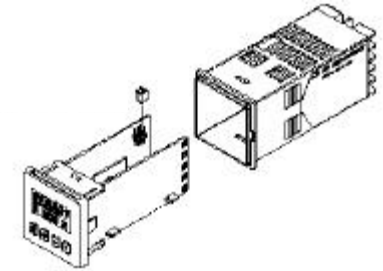

Bild 4.4 Lage der Jumper
3. Stecken Sie den Elektronikeinschub wieder in das Gehäuse. Achten Sie hierbei auf die richtige Lager der Jumper links oben (Bild 4.4)..